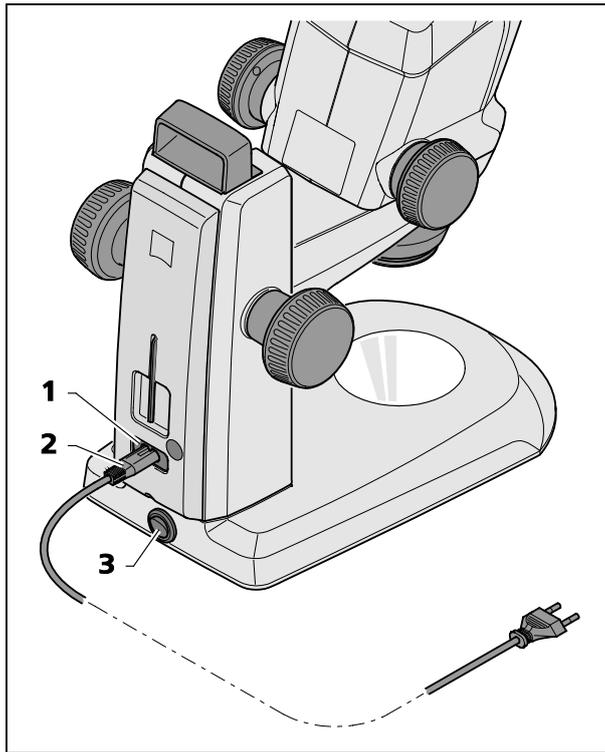

**Bild 11 Okularplatte einsetzen**
Die Okulare sind mit Brillenschutzringen aus Gummi versehen, um Kratzer auf den Brillen zu vermeiden. Diese können wahlweise durch umstülpbare Augenmuscheln (Bild 11/1) ersetzt werden.
- Dazu die Brillenschutzringe (Bild 11/2) von den Okularen abziehen und die Augenmuscheln (Bild 11/1) aufsetzen.
- Blendenteil (Bild 11/6) aus dem Okular (Bild 11/3) herausschrauben.
- Sicherungsring (Bild 11/5) herausziehen.
- Okularplatte (Bild 11/4) einsetzen.
Die durch den zusätzlichen Glasweg bewirkte leichte Bildverlagerung wird an der Dioptrienskala dadurch berücksichtigt, dass die Nullstellung nicht durch den weißen Punkt (Bild 11/**W**), sondern durch den roten Punkt (Bild 11/**R**) angezeigt wird.